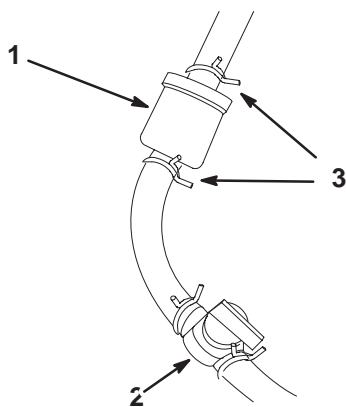

Figure 44
4. Fermez le robinet d'arrivée de carburant (Fig. 44).
5. Pincez les extrémités des colliers et faites glisser ceux-ci pour les éloigner du filtre (Fig. 44).
7. Posez un filtre neuf et rapprochez les colliers de fixation du filtre pour fixer le flexible d'alimentation (Fig. 44).